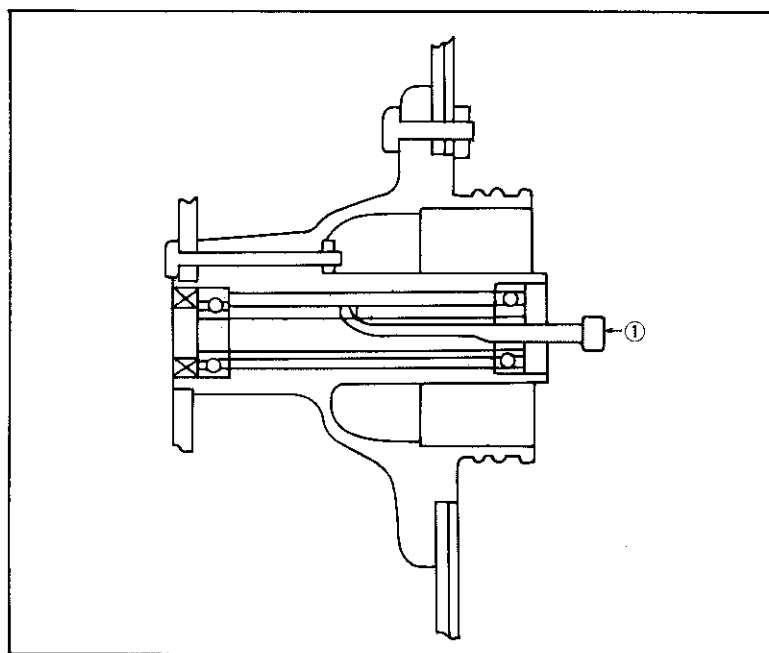

Fig. 5-1-9
2. Drive the bearing out by pushing the spacer aside (the spacer "floats" between the bearings) and tapping around the perimeter of the bearing inner race with a soft metal drift pin and hammer. Either or both bearings can be removed in this manner. (Fig. 5-1-9)
2. Pousser l'entretoise des roulements d'un côté (l'entretoise "flotte" entre les roulements) et chasser le roulement à l'extérieur en tapant sur le pourtour de sa bague intérieure avec une broche en métal doux et un marteau. Cette méthode permet d'enlever un ou les deux roulements (Fig. 5-1-9).
2. Die Distanzbuchse zur Seite drücken (die Buchse ist frei zwischen den Lagern angeordnet) und mit einem weichen Metaldorn mittels Hammerschlägen das Lager austreiben; Dorn am inneren Laufring aufsetzen. Beide Lager können auf die gleiche Weise ausgebaut werden. (Fig. 5-1-9)